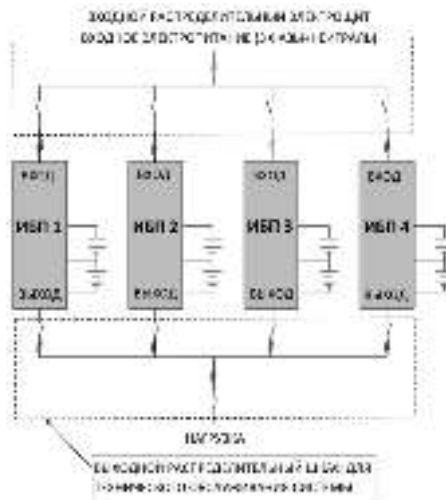
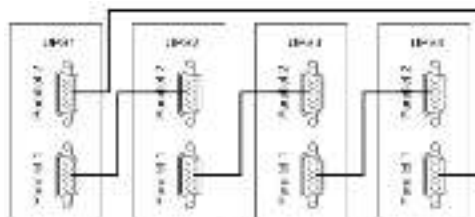

Рисунок 24 — Пример схемы подключения четырех изделий в систему параллельного резервирования с выходным распределительным шкафом.
Рисунок 25 — Схема соединения изделий в «кольцо» через параллельные порты
Изделие имеет встроенный параллельный контроллер и может работать в системе бесперебойного питания с параллельным резервированием (см. рисунок 24 и рисунок 25). Целью такой системы является либо повышение надежности (резервирование), либо увеличение общей выходной мощности (масштабирование). При исправности всех соединенных параллельно изделий (от двух до четырех) нагрузка равномерно распределяется между ними, а в случае выхода из строя одного из изделий — перераспределяется между исправными изделиями, неисправное изделие отключается от системы.
Установите дополнительные внешние выходные выключатели (см. рисунок 24) между выходными клеммами каждого изделия и общими шинами, тщательно соблюдая фазировку.
- отключите входное сетевое питания каждого изделия. Убедитесь в том, что все внешние выключатели разомкнуты (см. рисунок 24);
- 1) Убедитесь в том, что все подключения входных/выходных проводов и последовательность фаз входных проводов выполнены правильно (см. раздел «ПАРАЛЛЕЛЬНОЕ ПОДКЛЮЧЕНИЕ ИЗДЕЛИЙ»). Установите автоматический выключатель АКБ (SF) (или выключатель группы предохранителей, при их использовании) в выключенное положение. Измерьте напряжение на положительной и отрицательной группах батарей. Убедитесь в том, что напряжение на клеммах обеих групп батарей в норме.
- 3) Подайте трехфазное сетевое напряжение от распределительного щита питающей линии на все изделия (см. рисунок 24).